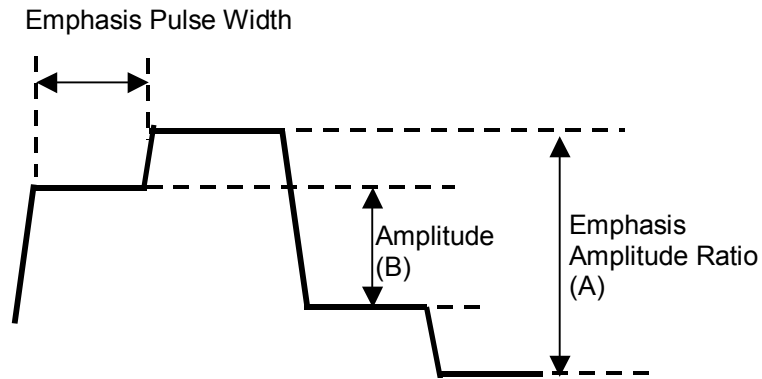

図 4.3.4-4 エンファシス出力設定イメージ(プラス時)
- [4] Data, XData ごとに Emphasis Amplitude Ratio の設定を行います。Amplitude, External ATT Factor, 実装するデータ出力オプションにより設定範囲が変わります。+/- ボタンを押すことにより、出力波形が図 4.3.4-3 および図 4.3.4-4 のイメージのようになります。